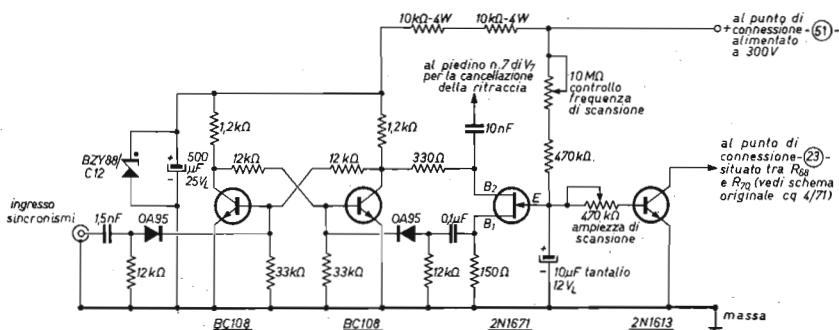

figura 1
Lo schema elettrico del circuito è riportato in figura 1 e vorrei rassicurarvi fin da ora che la sua realizzazione è semplice e la sua introduzione nell'oscilloscopio è estremamente facile e non pregiudica nel modo più assoluto il circuito originale dello strumento. Ciò significa che, dopo la modifica, l'oscilloscopio può essere riportato all'originale quando si vuole e in brevissimo tempo, manualmente o mediante un commutatore secondo i punti di vista e le esigenze di ciascuno. Il nuovo circuito oscillatore e pilota si compone di soli quattro transistor e quattro soli sono anche i punti necessari di congiunzione con il circuito originale dell'oscilloscopio. I punti di congiunzione elettrici infatti sono determinati da una connessione sul punto (51) per prelevare la tensione di alimentazione, da una connessione sul punto (23) per il pilotaggio dello stadio finale orizzontale V_6 , da una connessione sul piedino 7 della valvola V_7 (ECC82) per la cancellazione della ritraccia e da una connessione a massa per il ritorno comune delle correnti del circuito (N.B. tutti i punti di connessione sopra indicati si riferiscono allo schema originale dell'oscilloscopio, vedi cq 4/71, pagina 384).